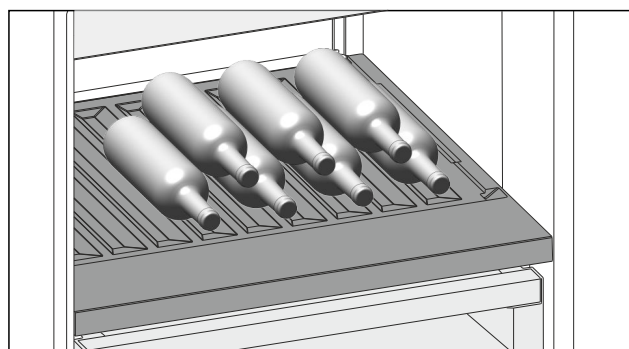

Fig. 92
- Flaschen mit dem Boden nach hinten zur Rückwand einlegen. (siehe Fig. 92)